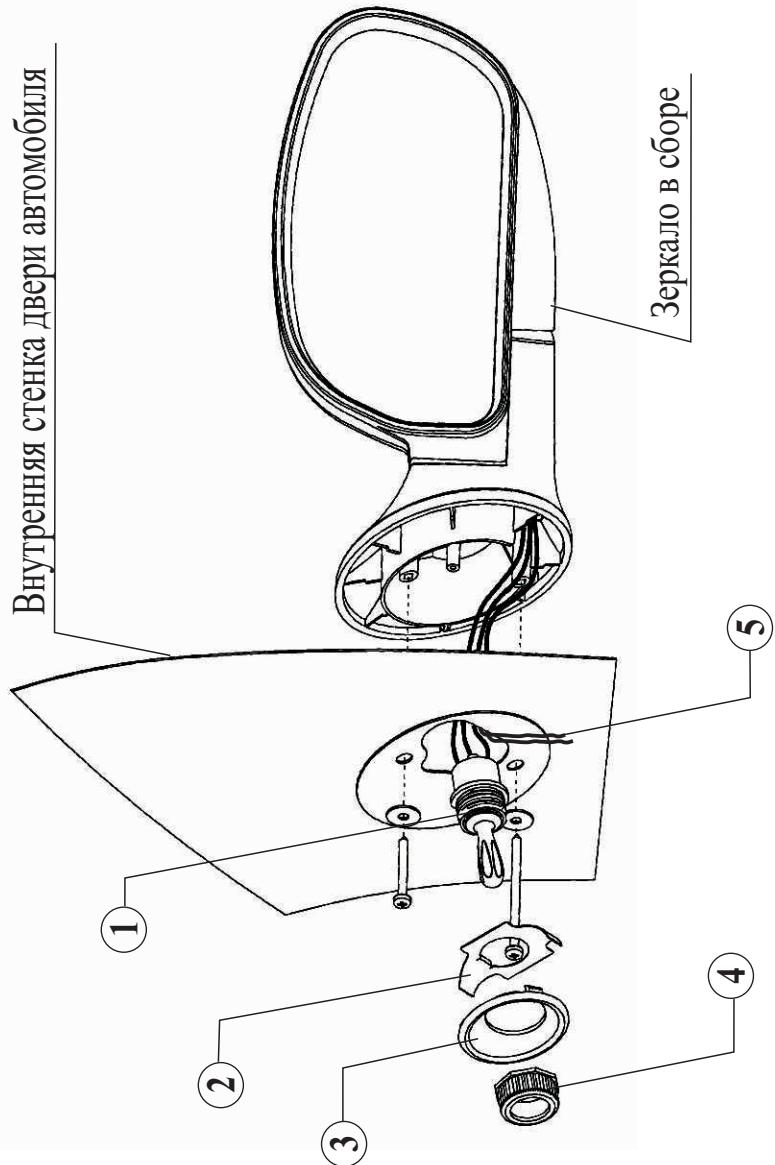

Рис. 1
5.5. Завести через отверстие в уголке двери провода (рис.1, поз.5) и тросовый механизм регулировки зеркала. Установить и закрепить новые зеркала (верхний саморез 4,2x25; нижний саморез 4,2x65, см. рис.1). Вставить на место поролоновую прокладку.